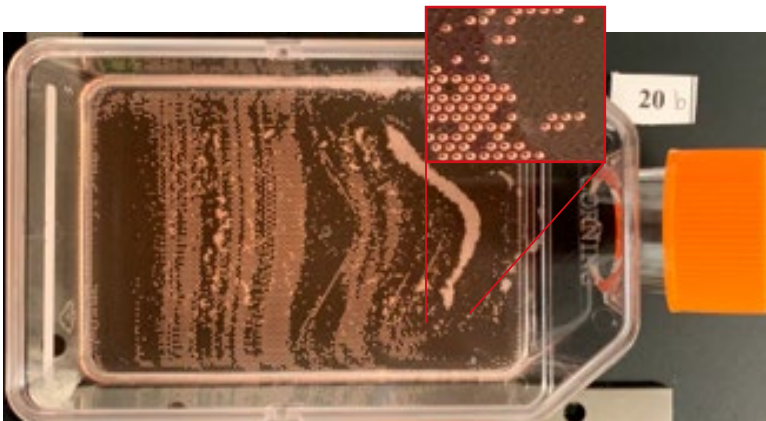

図 3. 培地を添加する前に表面を湿潤剤で処理しなかった場合に見られる、Elplasia 12K フラスコに混入した気泡（不透明領域）の例。
4. 湿潤剤がマイクロキャビティに自然に入るのを待ちます。湿潤剤がマイクロキャビティに入り込むにつれ、マイクロキャビティは透明になります。湿潤剤がマイクロキャビティに入らなかった場合、混入した気泡がマイクロキャビティ面に不透明領域として見えます（図 3）。マイクロキャビティに気泡が残っていると、懸濁液中の細胞がうまく落ちていかない可能性があります。